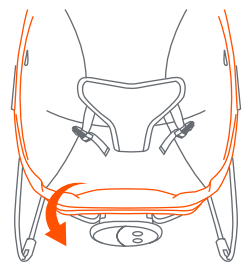

Fig. 10a
- 10) • Pull the front edge of the seat pad over the music/vibration unit and then pull each side of the seat pad over the footrest wire until it fits snugly over the bouncer frame (Fig 10a).
- Pase el borde delantero de la almohadilla del asiento por encima de la unidad de música/vibración y luego pase cada lado de la almohadilla del asiento por encima del alambre del reposapiés hasta que encaje firmemente encima del armazón del rebotador (Fig 10a).
- Tirez le bord avant du coussin du siège par-dessus le module musique/vibrations, puis tirez chaque côté du coussin du siège par-dessus le support du repose-pieds jusqu'à ce qu'il soit bien ajusté sur le cadre du siège sauteur (Fig 10a).